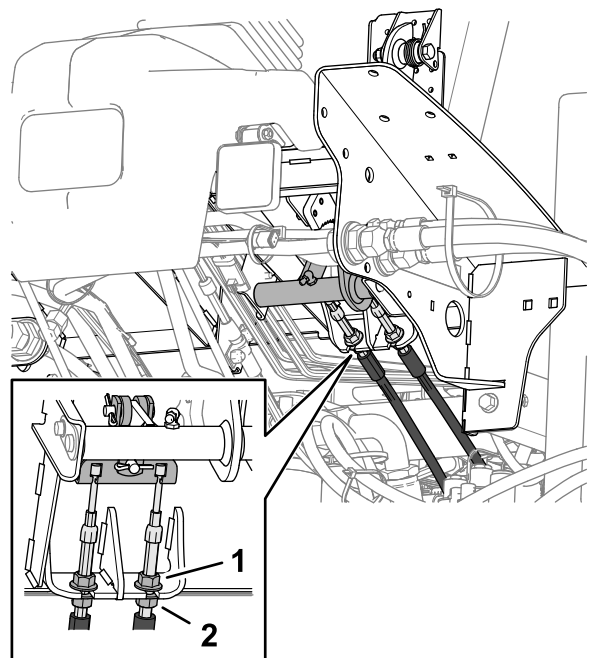

Bild 144
5. Um das Spiel des Bremspedals zu verringern, lösen Sie die vorderen Klemmmuttern am Gewindeende jedes Bremszugs (Bild 144).